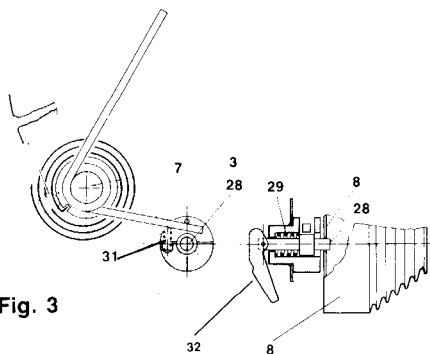

Fig. 3
- Denne innetringen beskytter mot at belastningen faller på grunn av hovedfjæren 8. Låsebolten 28 forhindrer rotasjon av skive 8 når hovedfjærens spenning frigjøres (Fig. 3).
- Este dispositivo protege contra queda da carga devido a fractura da mola principal 8 O pino de travamento 28 impede a rotação do disco 8 quando a tensão da mola principal é libertada (Fig. 3).